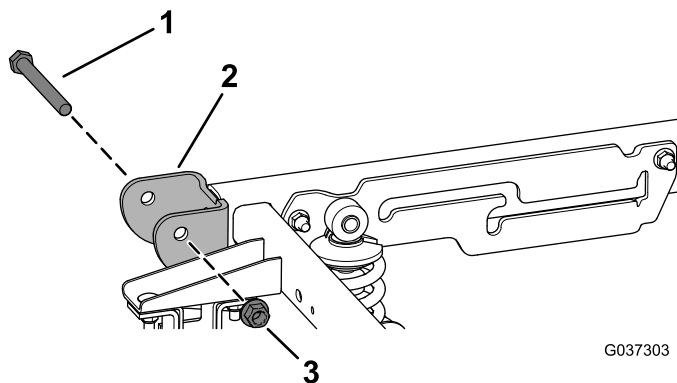

Figur 3
3. Skjut fram stötta så att den går ut ur skåran och ta bort stötta (Figur 3).